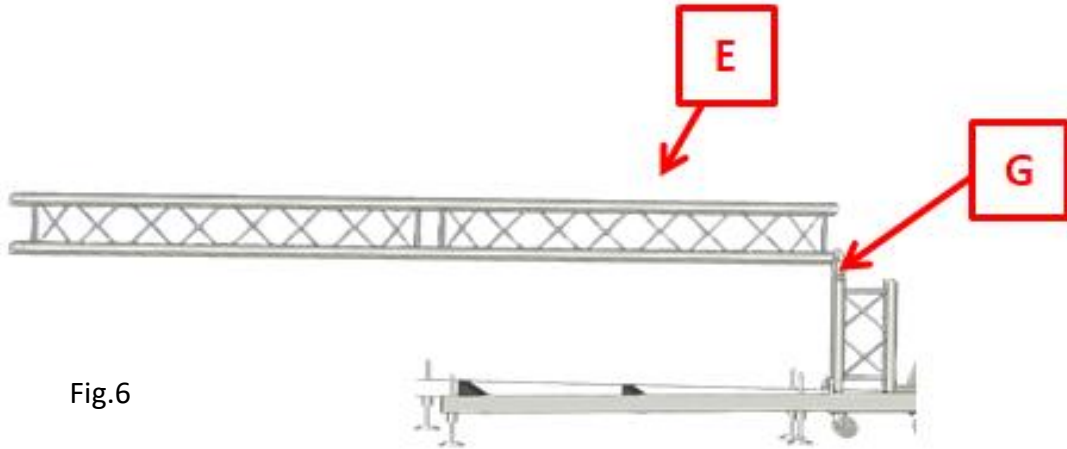

Fig.6
c) Puis assembler l'élément obtenu sur les 2 charnières (Rep. G), (fig.6).